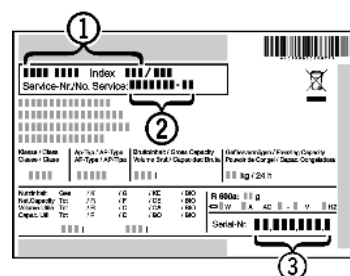

Fig. 12
- ▶ Denominación del aparato *Fig. 12 (1)*, nº del servicio técnico *Fig. 12 (2)* y nº de serie *Fig. 12 (3)* en la placa de identificación. La placa de identificación se encuentra en la parte interior izquierda del aparato.
- ▶ Informe al servicio postventa e indique el fallo, la denominación del aparato *Fig. 12 (1)*, el nº del servicio técnico *Fig. 12 (2)* y el nº de serie *Fig. 12 (3)*.